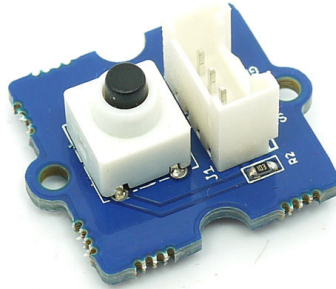

Figura 3: *Push-button*.
16. Utilizando o *push-button* do *Grove Starter Kit*, mostrado na Figura 3, teste o programa.